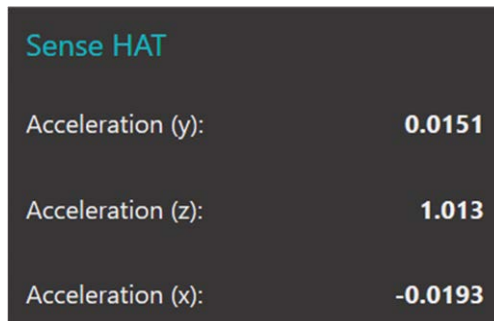

Figure 12.9 Affichage de l'accélération en 3 dimensions
- Rejoindre les nœuds et cliquer **Déployer**. Vous devriez voir l'accélération affichée dans votre tableau de bord comme indiqué à la figure 12.9